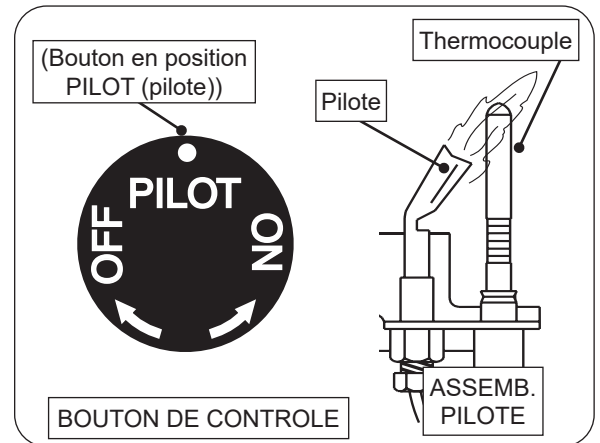

Fig. 53-1 Éclairage pilote
- Localisez l'assemblage de la veilleuse sur le côté ou à l'arrière du bac du brûleur (voir Fig. 53-1).
- Tournez le bouton de commande dans le sens antihoraire  sur **PILOT (pilote)**. Appuyez **fermement et complètement** sur le bouton de commande et maintenez-le enfoncé. Tenez une allumette allumée à longue tige / un briquet au butane à long cou près du thermocouple pour allumer la veilleuse. Continuez à maintenir le bouton enfoncé pendant environ une (1) minute après l'allumage de la veilleuse. Relâchez le bouton et il ressortira. La veilleuse restera allumée. Voir la Fig. 53-1. S'il s'éteint, répétez les étapes 2 à 4.